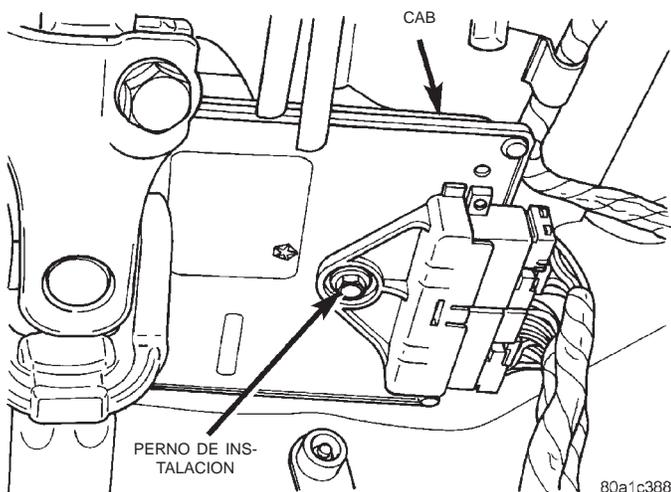

Fig. 5 Controlador de frenos antibloqueo
- (1) Retire el terminal negativo de la batería.
- (2) Retire el conector del mazo del CAB situado debajo del tablero de instrumentos (Fig. 5).
- (3) Retire el perno de instalación y retire el CAB.